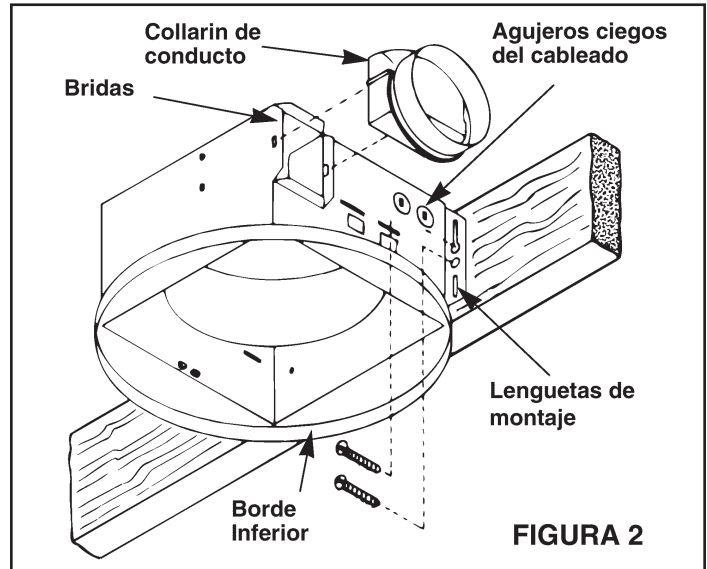

FIGURA 2
Refiérase a la Figura 2.
1. Refiérase a la Figura 2. Coloque el collarín del conducto sobre las bridas en la abertura de descarga del ventilador. Fije el collarín encajando las lengüetas a presión en las ranuras de las bridas.